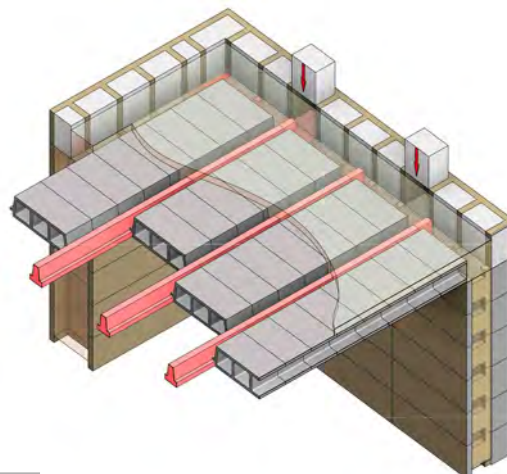

Рис. 11.6
11.7 Вариант сборно-монолитного перекрытия Rector (рис. 11.6) , состоящего из преднапряженных балок и элементов заполнения, поверх которых укладывается монолитный бетон.